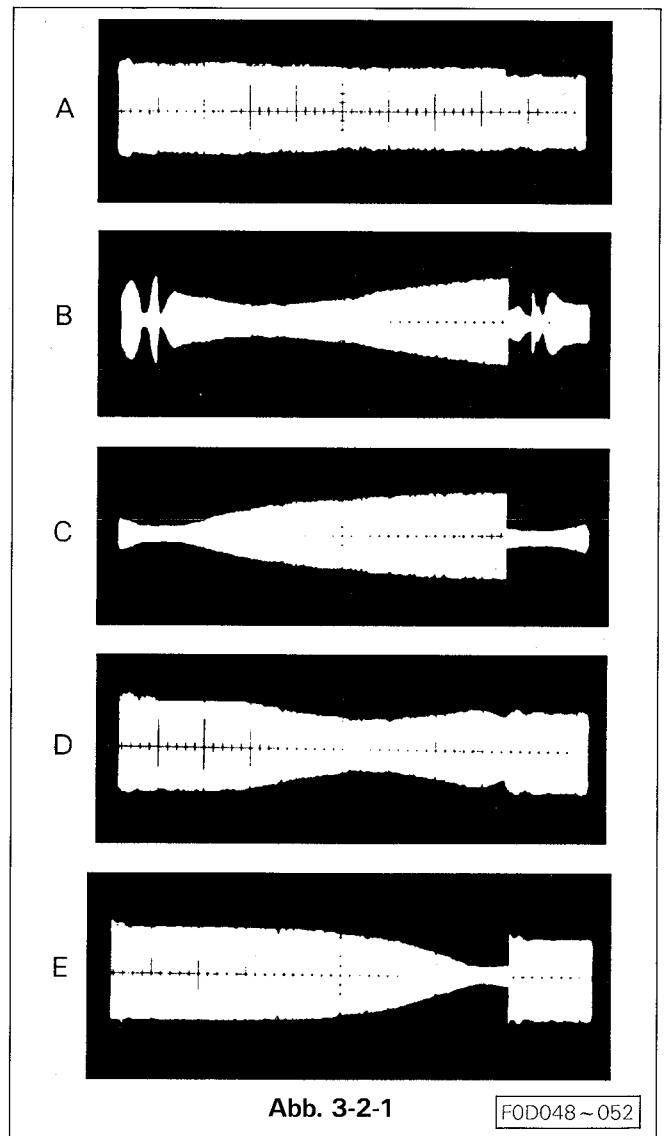

Abb. 3-2-1
3-2-1 Einstellung der Umlenkrolle (siehe Abb. 3-2-1)
- C. Die FM Form sollte wie in Abb. 3-2-1 gezeigt vorhanden sein.
3-2-3 Einstellung der Umlenkrolle Ablaufseite (siehe Abb. 3-2-1)